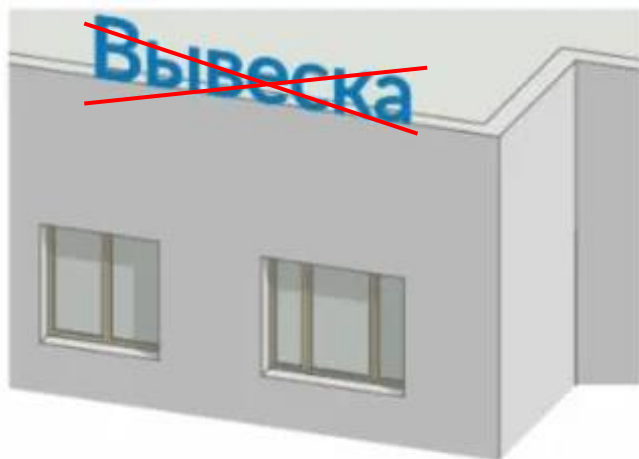

Рис. 2. Недопустимое размещение вывесок над парапетом коммерческой части
- размещение вывесок над парапетом коммерческой части (крышные конструкции) (рис. 2);